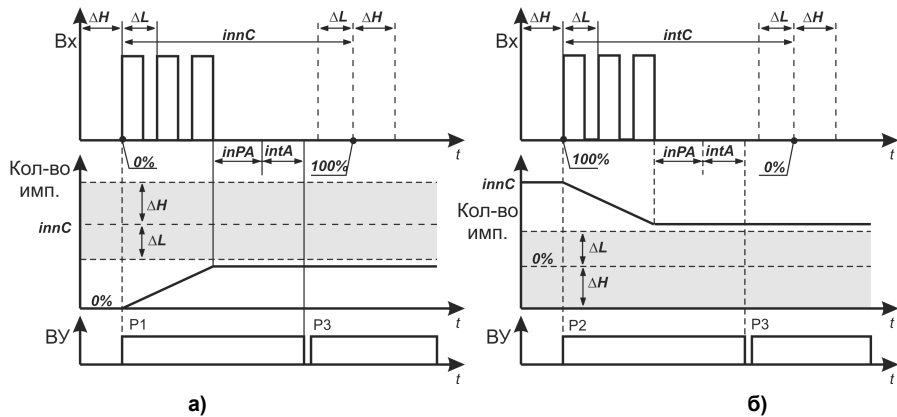

Рисунок 3.8
- заклинивание вала электропривода (перегрузка) происходит, если с момента старта задвижки прошло время **ints**, а значение счетчика не достигло значения, заданного в **innL (innC)**, и период следования импульсов, установленный в параметре **inPA**, превышен в течение времени **intA** (см. рисунок 3.8, а – для открытия, б – для закрытия, $\Delta L = innC - innL$, $\Delta H = innH - innC$);